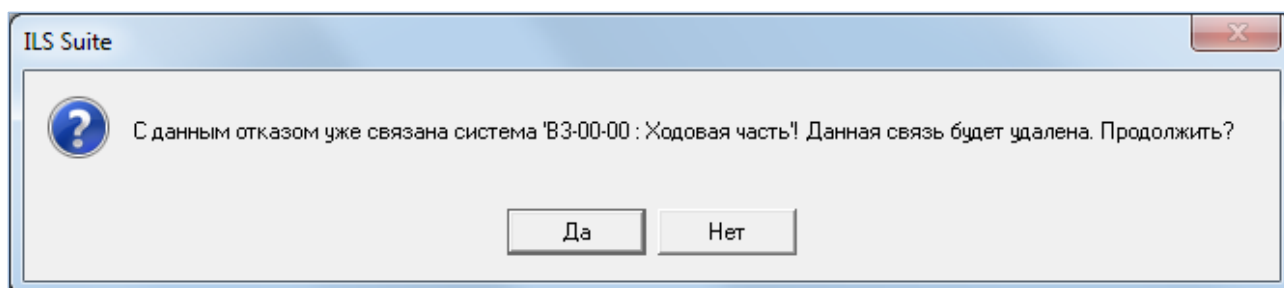

Рис. 26-26 – Диалоговое окно
5) Отображается диалоговое окно для подтверждения удаления существующей связи неисправности и системы (рис. 26-26). Нажать кнопку «Да» для создания новой связи.